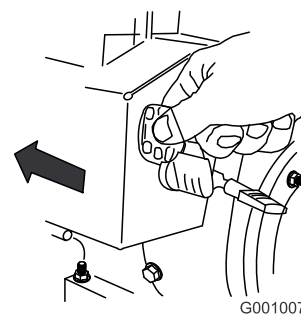

Рисунок 28
5. Вставьте ключ зажигания (Рисунок 28).